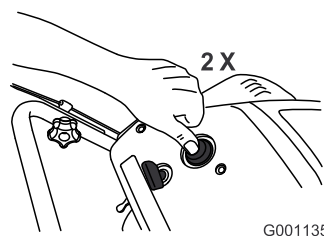

Figure 13
3. Appuyez fermement à 2 reprises sur l'amorceur avec le pouce, en marquant une pause d'une seconde chaque fois (Figure 13).